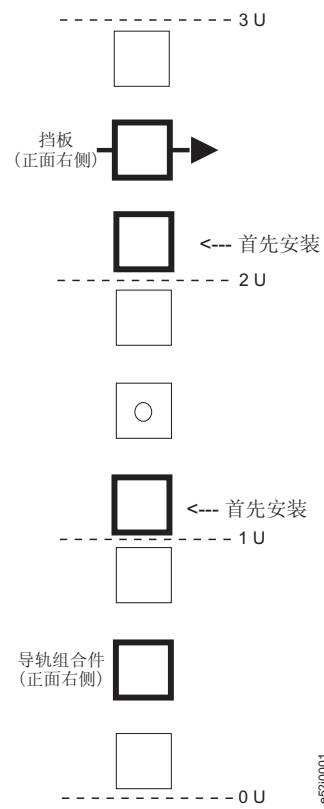
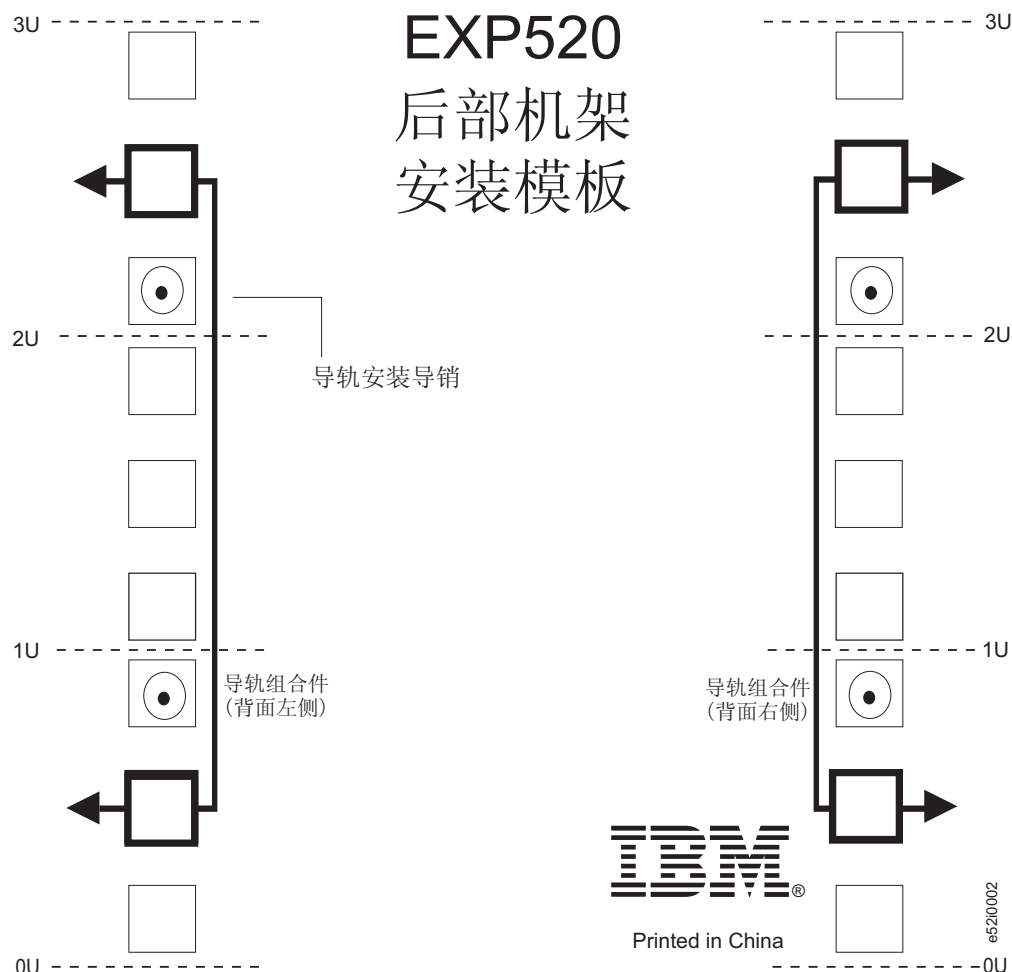

图 9. 前部机架安装模板
图 10. 后部机架安装模板
使用以下模板（第 23 页的图 9 和第 24 页的图 10）来确定将支撑导轨和 EXP520 安装到机架时 M5 螺钉的正确插入位置。模板中突出显示了 M5 螺钉的位置。
警告： 请使用在第 23 页的图 9 和第 24 页的图 10 中提供的机架安装模板来找出用于将支撑导轨安装到机架的适当机架安装孔。
6. 握住对着机架安装凸缘内部的导轨的后端。请确保导轨安装导销在正确的孔中。有关图例说明，请参阅第 24 页的图 10。
注： 确保安装了第 23 页的图 9 中标注为优先安装的螺钉。